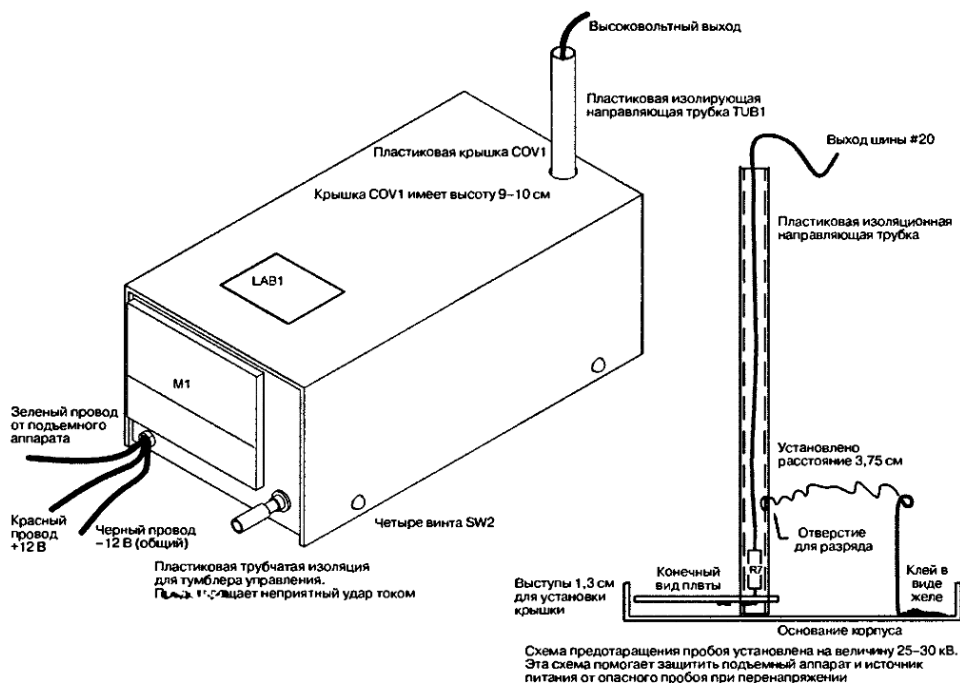

Рис. 1.9. Вид устройства в сборе
1. Установите ось переменного сопротивления R1 на среднее значение, а переменное сопротивление R10 – на максимальное поворотом оси до упора по часовой стрелке. Установите искровой разрядник на величину зазора от 2,5 до 3 см, как показано на рис. 1.9.